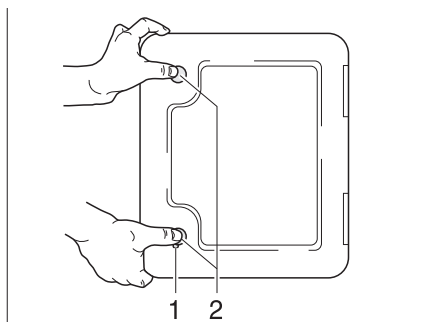

Fig. 33 Sportello per la cassetta della toilette
- Inserire la chiave nel cilindro della serratura a pressione (Fig. 33,1) e ruotare di un quarto di giro.
- Premere contemporaneamente con i pollici entrambe le serrature a pressione (Fig. 33,2) e aprire lo sportello della cassetta della toilette.
- Inserire la chiave nel cilindro della serratura (Fig. 33,1) e ruotare di un quarto di giro.